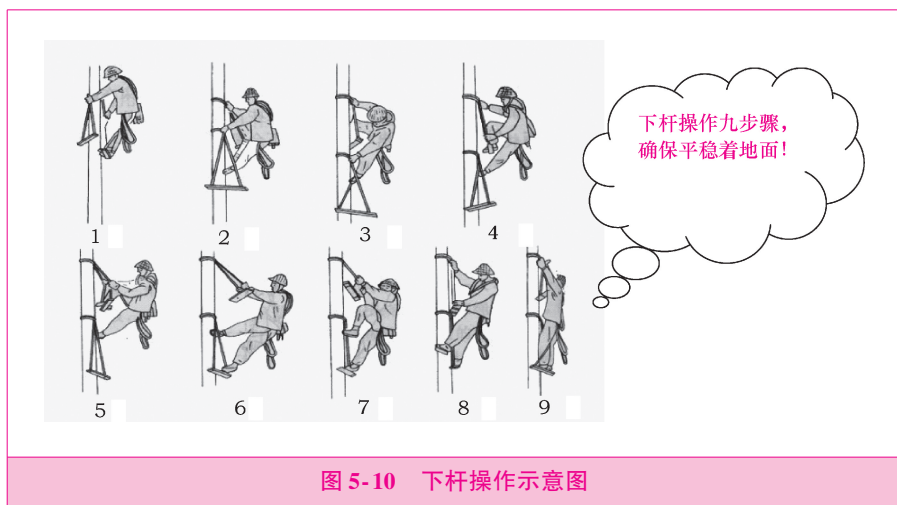

图 5-10 下杆操作示意图
3) 当**人体下降**到如图 5-10 所示步骤 3 的位置时，使**左脚插入另一只登高板的两根棕绳和电杆之间**（即应使两根棕绳处在左脚脚背上）。